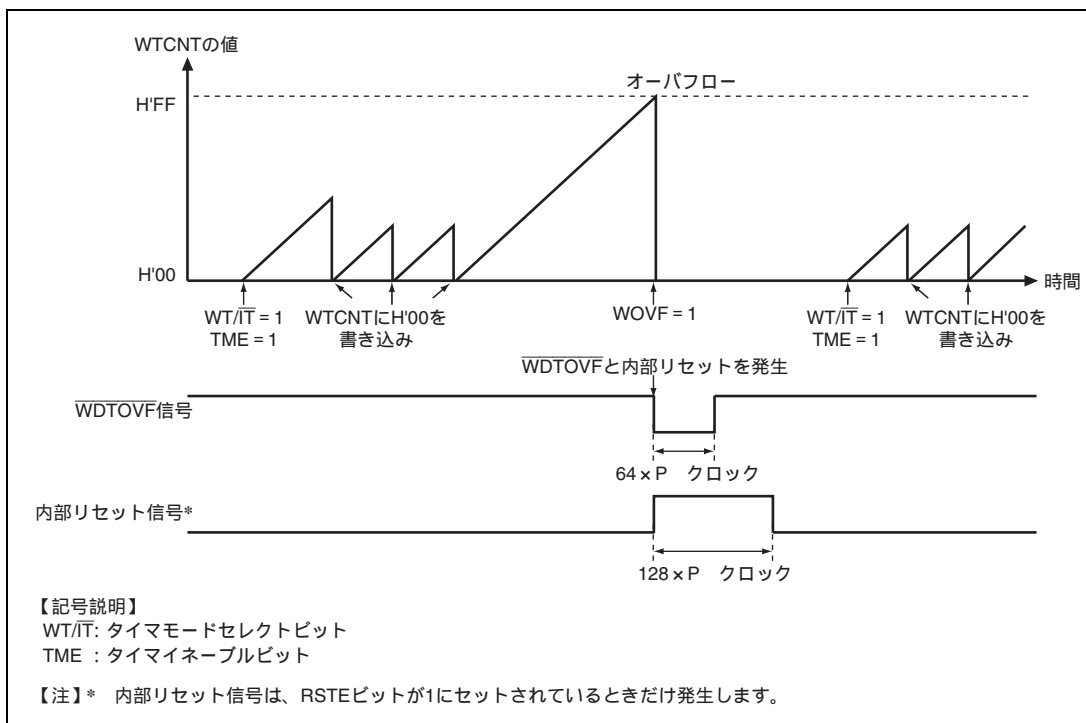

図 14.4 ウォッチドッグタイマモード時の動作
3. ウォッチドッグタイマモードで動作中は、カウンタがオーバーフローしないように定期的にカウンタを H'00 に書き換えてください。カウンタがオーバーフローすると、WDT は WRCSR の WOVF を 1 にセットして、 \overline{WDTOVF} 信号が外部に出力されます。これを図 14.4 に示します。この \overline{WDTOVF} 信号を用いて、システムをリセットすることができます。 \overline{WDTOVF} 信号は、 $64 \times P$ クロックの間出力されます。